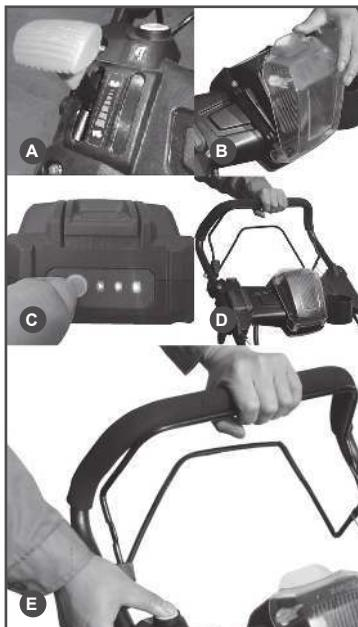

Рис. 9 Запуск двигателя электрическим стартером
1. Откройте крышку отсека и установите аккумулятор или проверьте, правильно ли установлен аккумулятор (Рис. 9В).
2. Рычаг газа установите в положение 1/3 шкалы увеличения оборотов двигателя (Рис. 9А).
3. Нажмите кнопку питания, показывающую состояние заряда аккумулятора, и убедитесь, что заряд аккумулятора достаточен – светятся 2 или 3 светодиода (Рис. 9С). При необходимости зарядите аккумулятор (раздел ОБСЛУЖИВАНИЕ АККУМУЛЯТОРА).
4. Нажмите и удерживайте рычаг остановки двигателя левой рукой (Рис. 9Д). Нажмите кнопку включения электрического стартера правой рукой (Рис. 9Е).
На газонокосилке предусмотрена регулировка скорости движения. Изменение скорости движения производится рычагом газа (Рис. 9А). Движение ручки газа вперед приводит к увеличению скорости движения газонокосилки.